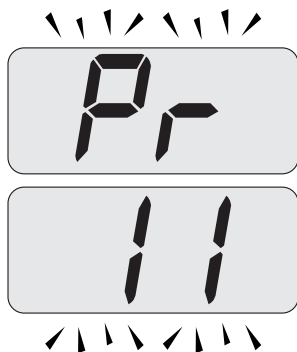

Figura 5.40
- Scorrere i vari parametri utilizzando i tasti 15 o 16 fino a far apparire sul display LCD le lettere **Pr** che si alternano con il codice **11**, indicanti l'entrata nel "parametro 11" (Figura 5.40).
- Premendo contemporaneamente i tasti 14 e 15 (Figura 5.38) si esce senza modificare il valore (ritorno alla lista parametri Figura 5.40)